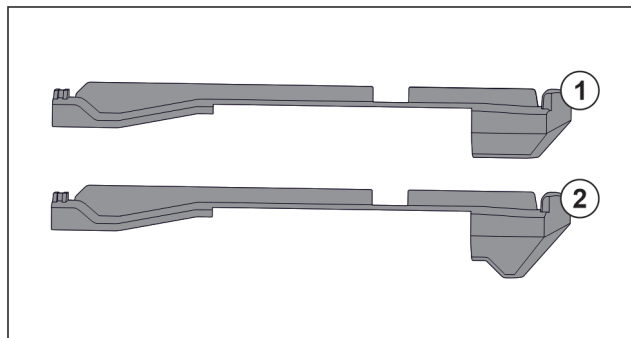

Fig. 195 Porovnání nasazovacích dílů
V přístroji se nacházejí dva různé nasazovací díly. Nasazovací díl nad nejspodnější zásuvkou Fig. 195 (2) má hranu trojúhelníkového tvaru. Všechny ostatní nasazovací díly Fig. 195 (1) mají rovnou hranu.
- ▶ Nasazovací díl Fig. 195 (2) s hranou trojúhelníkového tvaru připevněte nad nejspodnější zásuvkou.
- ▶ Nasazovací díl Fig. 195 (1) s rovnou hranou připevněte na všech ostatních místech.